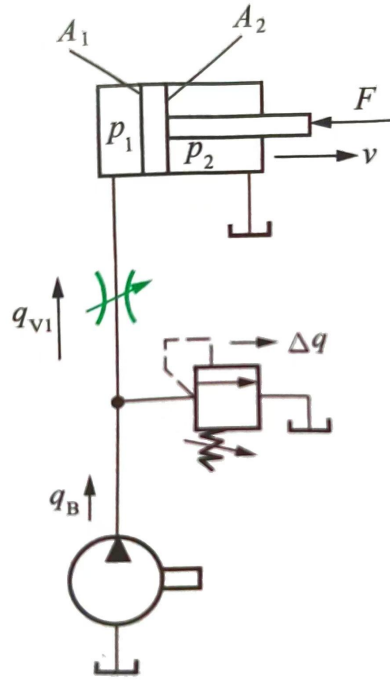

图 6-20 进油节流调速回路
**进油节流：** 节流阀位于执行机构进油路，低速轻载适用（图 6-20 解析）。